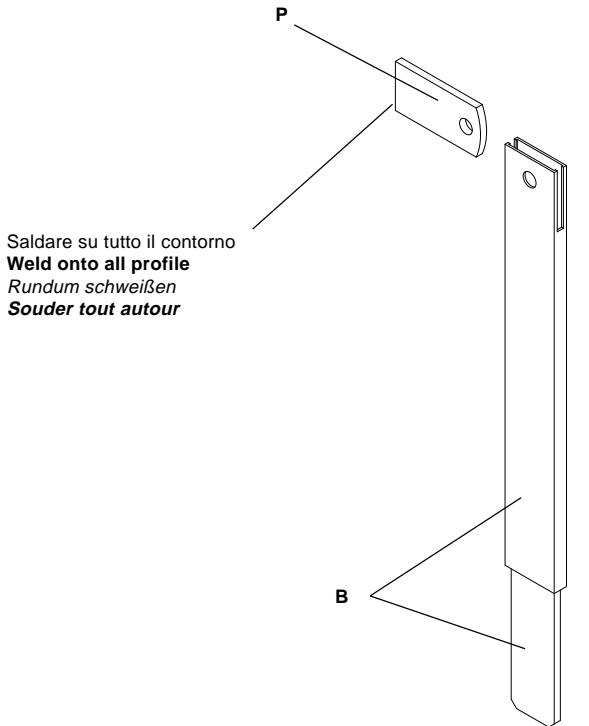

Fig.3
5.3 Operazione n° 2 (fig. 3).
5.3 Operation no. 2 (fig. 3)
5.3 Opération n° 2 (fig. 3)